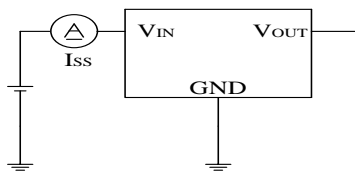

图2
- $I_{SS}$ :  $V_{IN}=18\text{V}$  无负载时, 图 2 中电流表的电流值